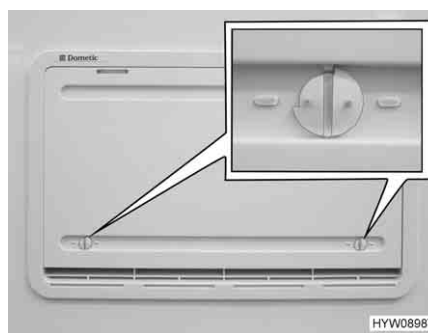

Fig. 93 Copertura invernale
Le coperture invernali (Fig. 93) proteggono il gruppo frigorifero dall'aria fredda. Posizionare le coperture invernali davanti a entrambe le griglie di aerazione quando la temperatura esterna scende al di sotto di +10 °C (sia per funzionamento elettrico che a gas).
- Aprire entrambi i bloccaggi (Fig. 93), la scanalatura risulterà orizzontale.